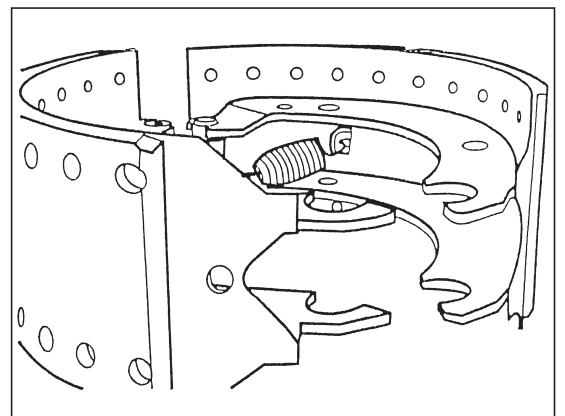

図 .4-4-3
④ リターンスプリングを新品と交換する。リターンスプリングをブレーキシューの耳に引っかける。(図4-4-3)